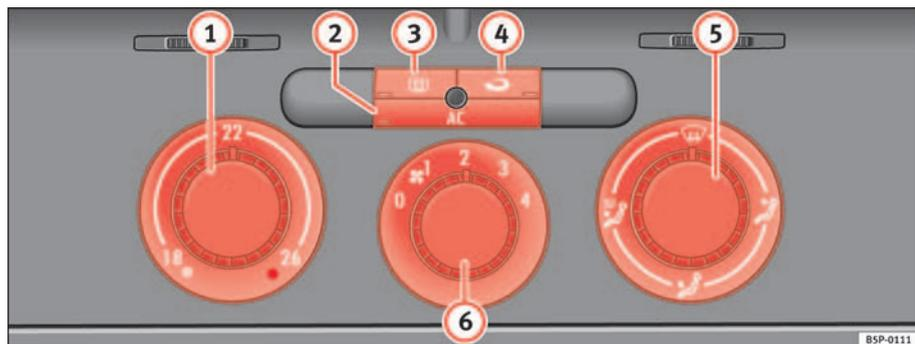

Fig. 123 Sur le tableau de bord : éléments de commande du Climatic
– Les régulateurs ⇒ fig. 123 ① et ⑤ et la commande ⑥ permettent de régler la température, la distribution de l'air et la vitesse de la turbine.
– Appuyez sur l'une des touches ②, ③ ou ④ pour activer ou désactiver la fonction correspondante. Quand la fonction est active, le rectangle situé sur le coin inférieur de la touche s'allume.
① Régulateur de température ⇒ page 159
② Touche **AC** – Allumer éteindre le système de réfrigération ⇒ page 159
③ Touche – Dégivrage glace AR Environ 20 minutes après son activation, le dégivrage s'arrête automatiquement. Vous pouvez la désactiver plus tôt en appuyant sur la touche
④ Touche – Recyclage de l'air ⇒ page 161
⑤ Régulateur de répartition de l'air ⇒ page 159
⑥ Commande de soufflante. Le débit d'air peut être réglé sur quatre vitesses. Lorsque le véhicule roule lentement, laissez toujours tourner la soufflante à petite vitesse. ▶
- Mettez le climatiseur en marche à l'aide de la touche ⇒ page 158, fig. 123 .